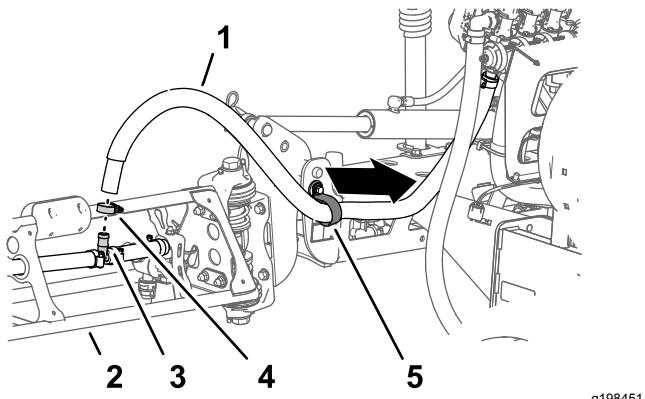

图35
- 在外侧喷洒段取下将喷洒段软管固定到宝塔 T 形接头的软管夹 图35。
- 从 T 形接头上拆下软管 (图35)。
- 从 R 形夹上取下软管的自由端 (图35)。